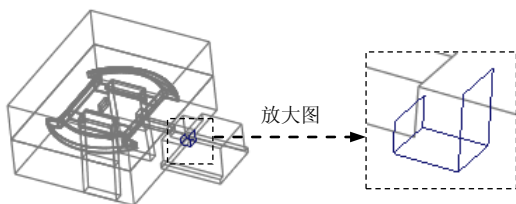
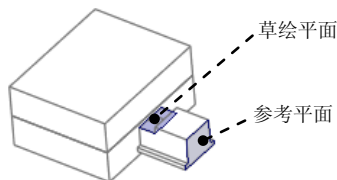
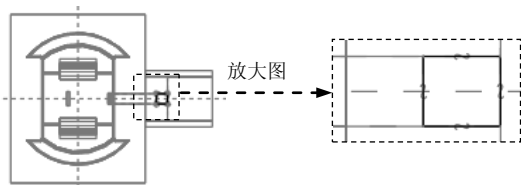

图 27.42 实体切削特征 3
图 27.43 定义草绘平面
图 27.44 截面草图
Step8. 创建实体切削特征 3, 如图 27.42 所示。单击 **模具** 功能选项卡 **形状** 区域中的  按钮, 此时系统弹出“拉伸”操控板; 在操控板界面中按下  按钮; 右击, 从系统弹出的菜单中选择 **定义内部草绘...** 命令; 选取图 27.43 所示的平面为草绘平面, 然后选取图 27.43 所示的表面为参考平面, 方向为 **右**。单击 **草绘** 按钮, 进入草绘环境; 进入截面草绘环境后, 选取 MOLD_FRONT 基准平面和 MOLD_RIGHT 基准平面为草绘参考, 利用“投影”命令绘制图 27.44 所示的截面草图; 完成特征截面的绘制后, 单击“草绘”操控板中的“确定”按钮 ; 在操控板中选取深度类型  (到选定的), 将模型调整到图 27.45 所示的视图方位, 选取图中所示的滑块表面为拉伸终止面; 在“拉伸”操控板中单击  按钮, 完成特征的创建。